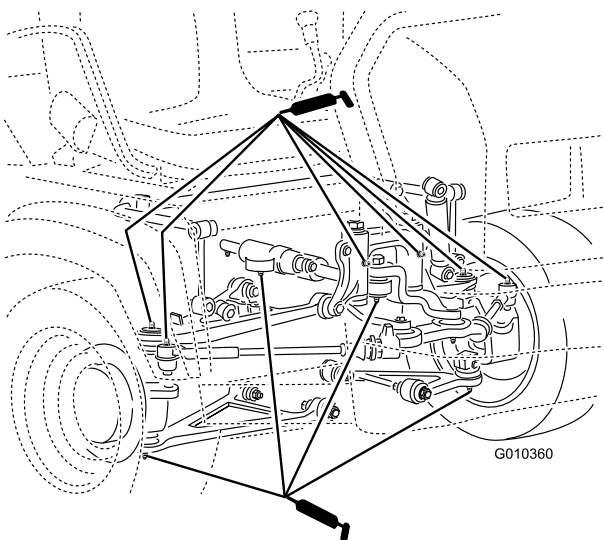

Figura 39
- Giunti a sfera (4), ancoraggi (2), supporti di articolazione (2) e cilindro di sterzo (2) come illustrato nella Figura 39.